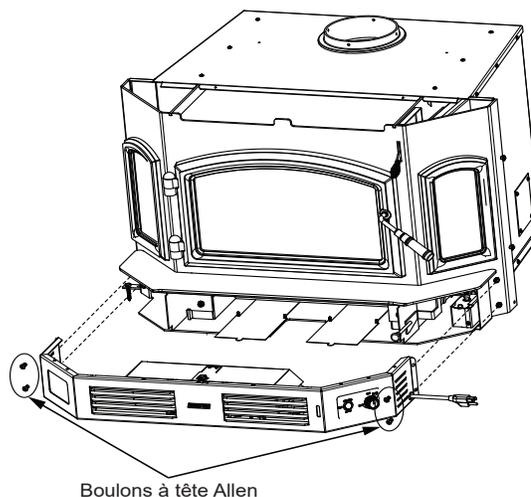

Figure 27.5
1. À l'aide d'un 5-32 clé Allen, retirez ventilateur de boîtier comme illustré ci-dessous dans la **Figure 27.5**.